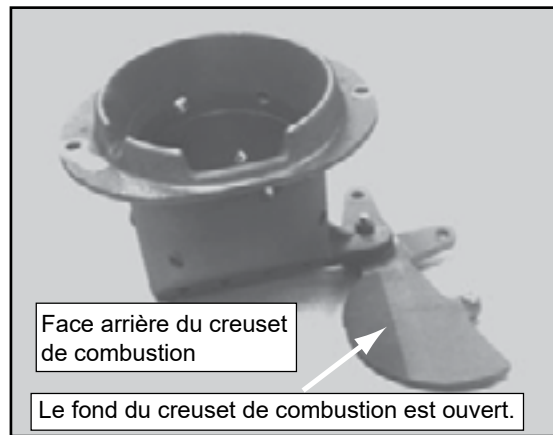

Figure 19.2
- c. Fermez complètement la plaque de fond du creuset de combustion quand vous avez terminé (Figure 19.2).